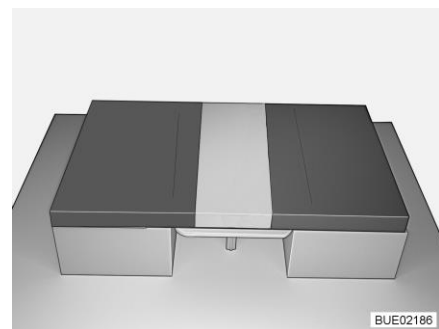

Bild 106 Efter ombyggnaden
- Lägg en ryggdyna mellan sittdynorna på bordet (se Bild 106).